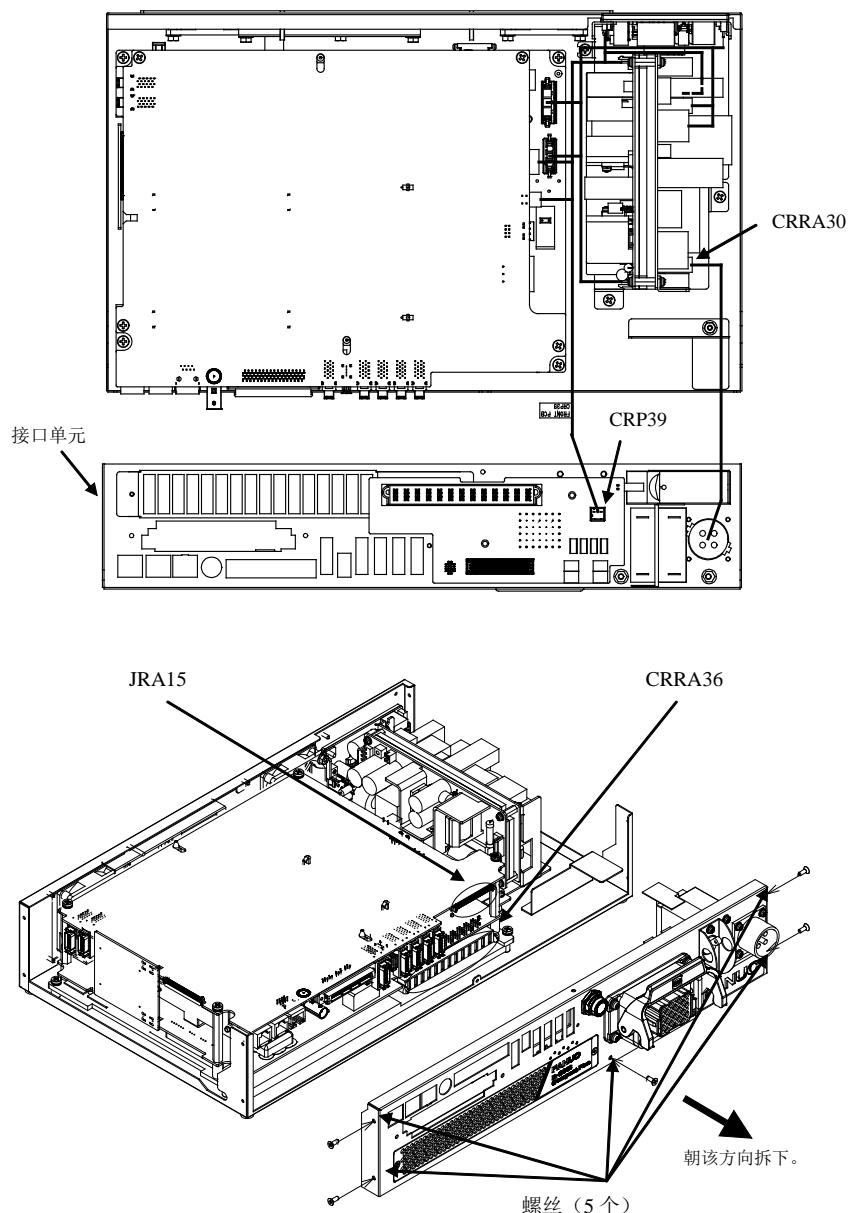

图 7.4 (a) 接口单元的更换
- (1) 拆除顶板。(参阅 7.1.1 项)
- (2) 拆除接口单元的连接器 CRP39 和输入单元的连接器 CRRA30。
- (3) 拧下固定着接口单元的螺丝(5个)。
- (4) 使接口单元移至图 7.4(a) 的箭头方向，拆除连接器 JRA15 和 CRRA36。
- (5) 更换接口单元。
- (6) 按照原样装回拆除的电缆。